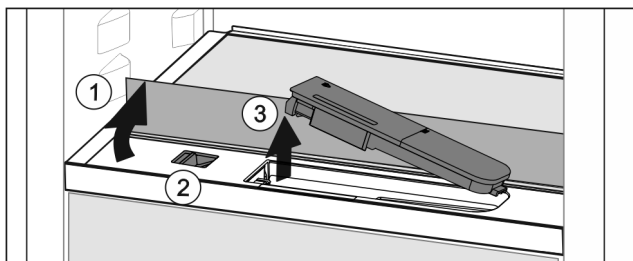

Fig. 45
- Glasplatte anheben und bis zum Anschlag nach hinten klappen Fig. 45 (1).
- Schieber Fig. 45 (2) nach links schieben.
- Wassertank entnehmen Fig. 45 (3).